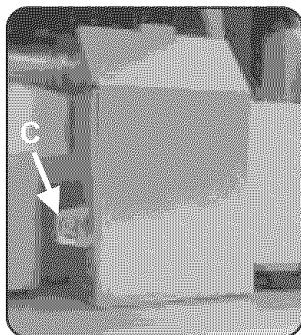

Figure 13/Ilus. 13
- 1) Remove the junction box cover by removing the screw on the left side of the junction box, as shown in Figure 13, letter C, and lifting the junction box cover up and off.
1) Retirer le couvercle en enlevant la vis sur le côté gauche de la boîte comme à la figure 13, lettre C et enlever le couvercle en le soulevant.
1) Quite la tapadera de la caja de conexiones por medio de desarmar el tornillo en el lado izquierdo de la caja, como muestra la flecha C en la Ilustración 13, y elevar la cubierta hasta que se suelte.